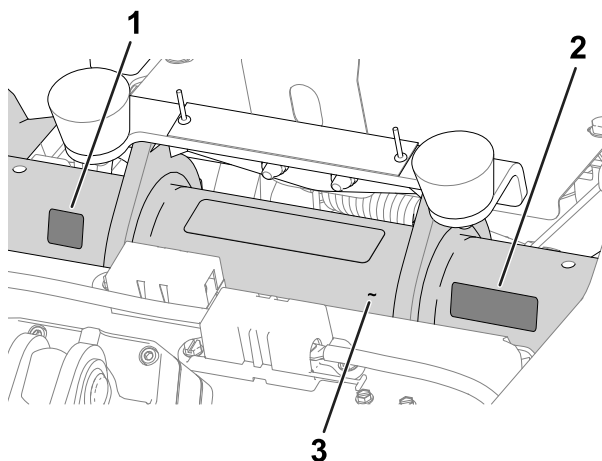

図 5
- 製造年デカル および CE/UKCA マークデカル 運転席下のフレームチューブシリアル番号プレートの下に貼りつける 図 5を参照。